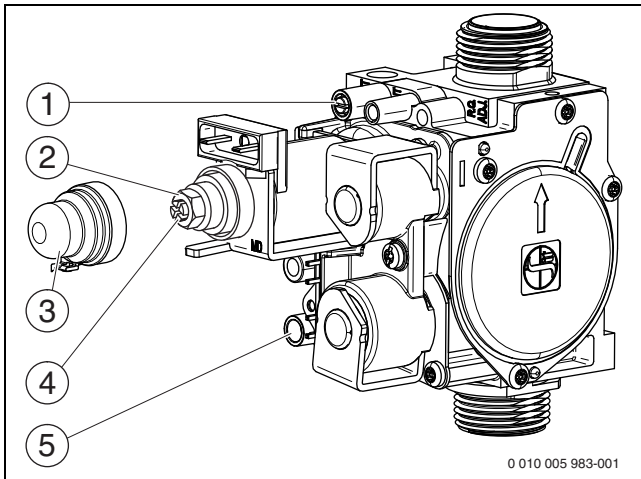

Рис. 32 Газовая арматура
- ▶ Отверните уплотнительный винт штуцера измерения давления на форсунках (рис. 32, [1]) и подсоедините U-образный манометр.
- ▶ Снимите крышку (рис. 32, [3]).
- ▶ Значение «max» давления (мбар) на форсунках приведено в таб. на стр. 48. Установите давление на форсунках регулировочным винтом максимального расхода газа (рис. 32, [2]). Поворот направо - больше газа, поворот налево - меньше газа.
- ▶ Значение «min» давления (мбар) на форсунках приведено в таб. на стр. 48. Установите давление на форсунках регулировочным винтом минимального расхода газа (рис. 32, [4]).
- ▶ Выключите котёл и закройте газовый кран, отсоедините U-образный манометр и заверните уплотнительный винт (рис. 32, [1]).
- ▶ Отверните уплотнительный винт на штуцере измерения подаваемого давления газа (рис. 32, [5]) и подсоедините манометр.
- ▶ Установите и опломбируйте крышку (рис. 32, [3]).